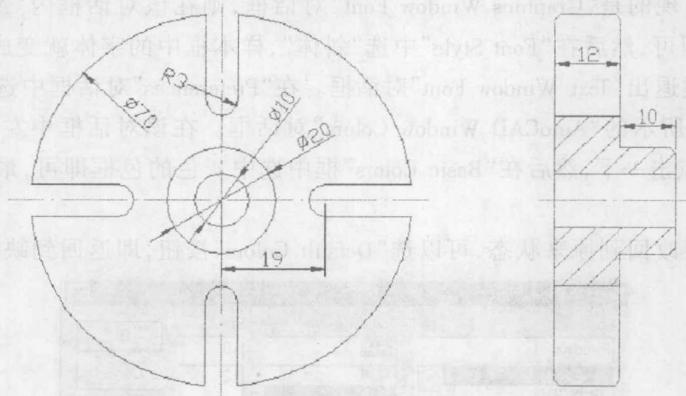

图 1-4
快速画出图 1-4 所示的图形。
(7) 将图层 Hatch 设置为当前图层, 对左视图进行图案填充处理, 即可得到如图 1-4 所示的结果。
(8) 对图形的尺寸标注, 读者自己完成。